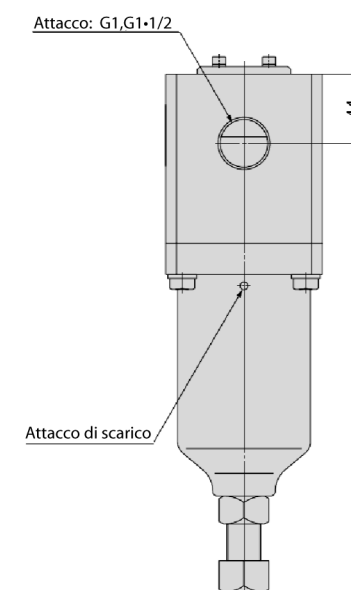

Figura 3
- L'aria viene scaricata dagli attacchi di scarico quando la pressione dell'attacco 'OUT' si trova al di sopra del punto di regolazione. Assicurarsi che il getto d'aria, il volume dell'aria e i disturbi non provochino un pericolo. Vedere Figura 3